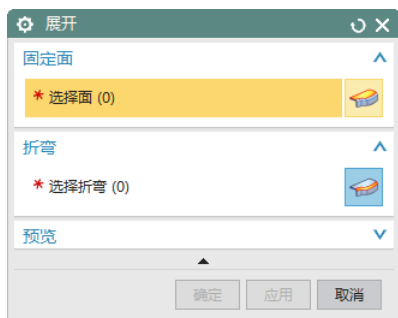

图 10-43 “展开”对话框
(1) 选择“菜单(M)”→“插入(S)”→“NX 高级钣金”→“展开(U)”,或者单击“主页”选项卡“折弯”面组上“更多”库下的“展开”按钮 ,打开如图 10-43 所示“展开”